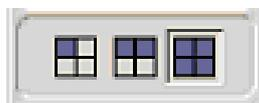

Рисунок 8.1. Панель управления размером активного окна индикации.
8.1 Панель управления размером активного окна индикации (рисунок 8.1) служит для управления размером активного окна и количеством окон индикации. Размер активного окна индикации может быть выбран $\frac{1}{4}$, $\frac{1}{2}$ или полноразмерным. Если размер активного окна изменяется в сторону увеличения, то оно скрывает другие окна индикации. Если размер активного окна изменяется в сторону уменьшения, то открываются другие окна индикации.